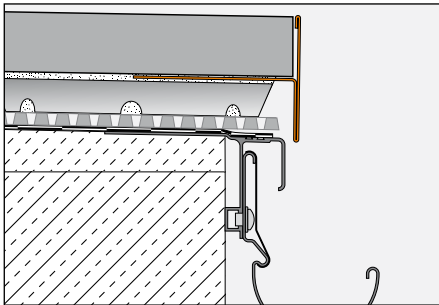

Fig. 3
2. Lors de l'utilisation des disques de coffrage Schlüter-TROBA-STELZ-MR (Fig. 3), le profilé BARA-RT/BARA-RTC est posé sur les plots de mortier. Le profilé de rive masque le chant du revêtement. Les dalles autoportées sont ensuite posées sur les plots.